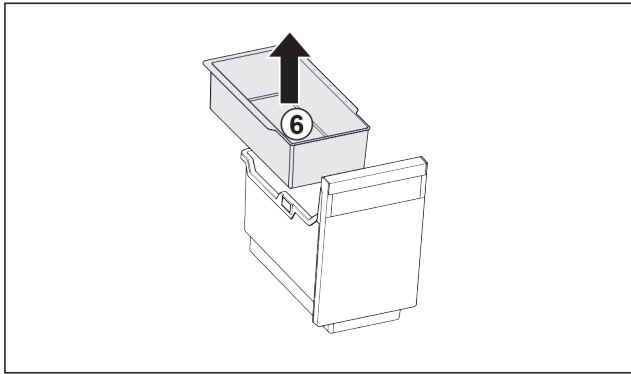

Fig. 119
- ▶ Eihängeschale Fig. 119 (6) entnehmen.